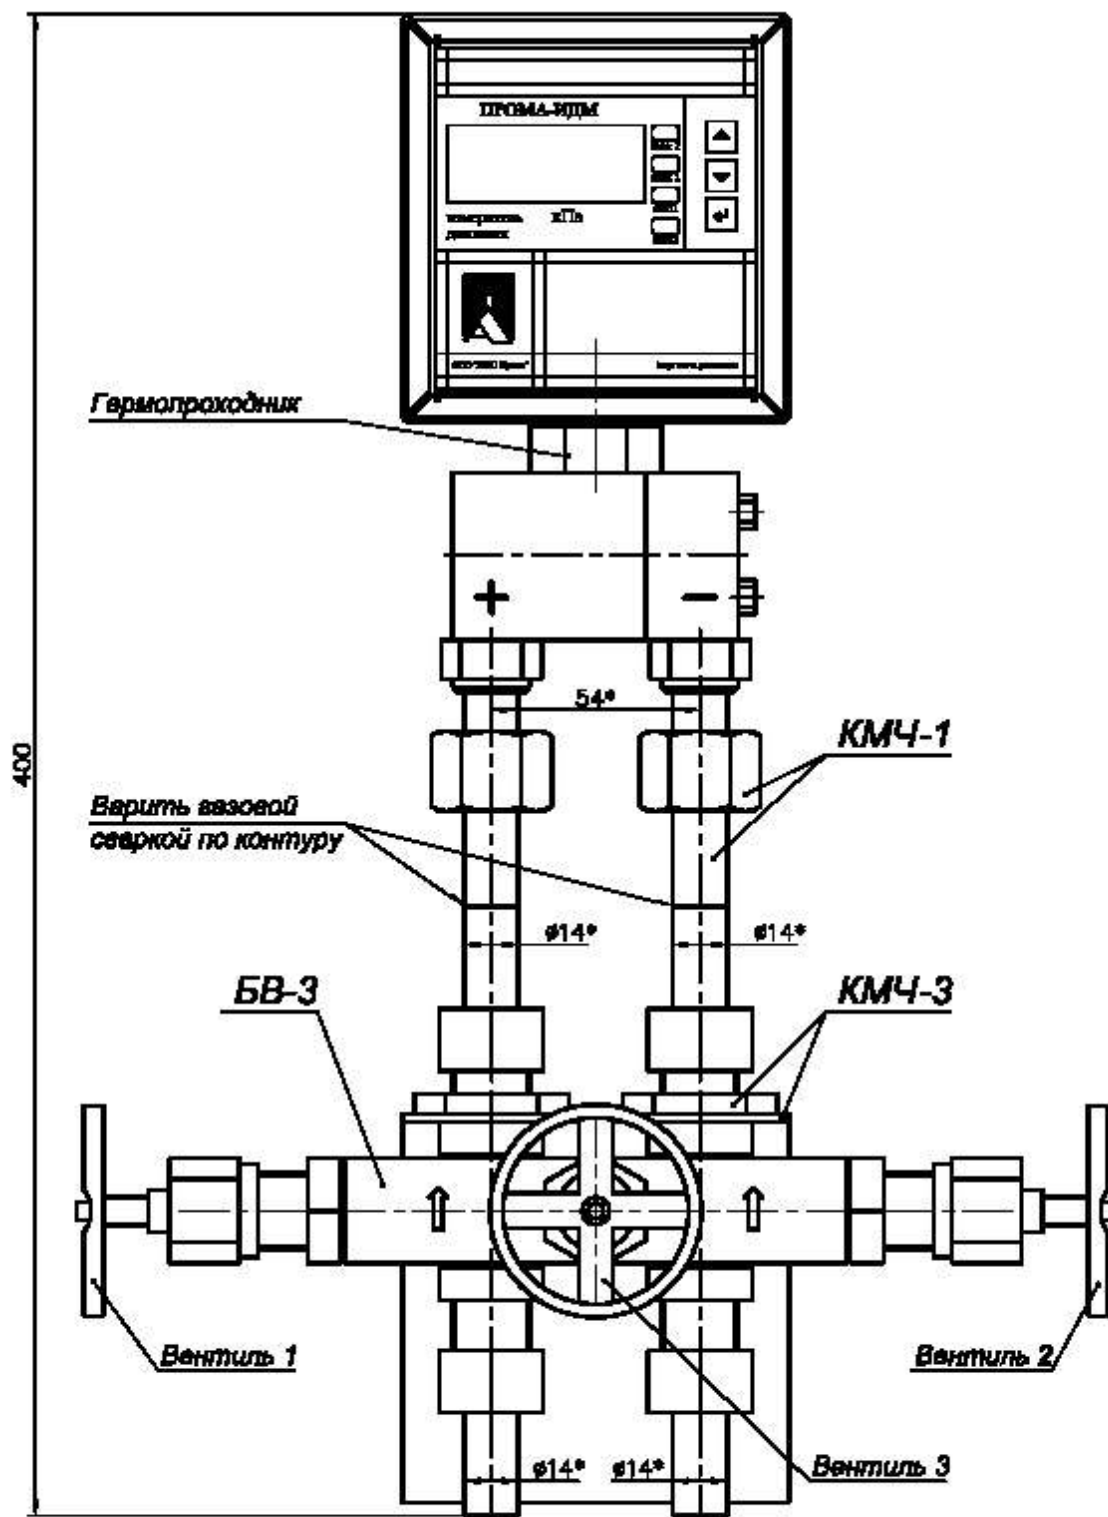

Рис. 3.6.Измеритель Прома-ИДМ-ДД-Р (газ) с 3-х вентильным блоком БВ-3. Исполнение для штуцерно-резьбового монтажа-моноблок. Габаритный чертеж.
- Рис. 3.6. Измеритель Прома-ИДМ-ДД-Р (газ) с 3-х вентильным блоком БВ-3. Исполнение для штуцерно-резьбового монтажа. Габаритный чертеж.